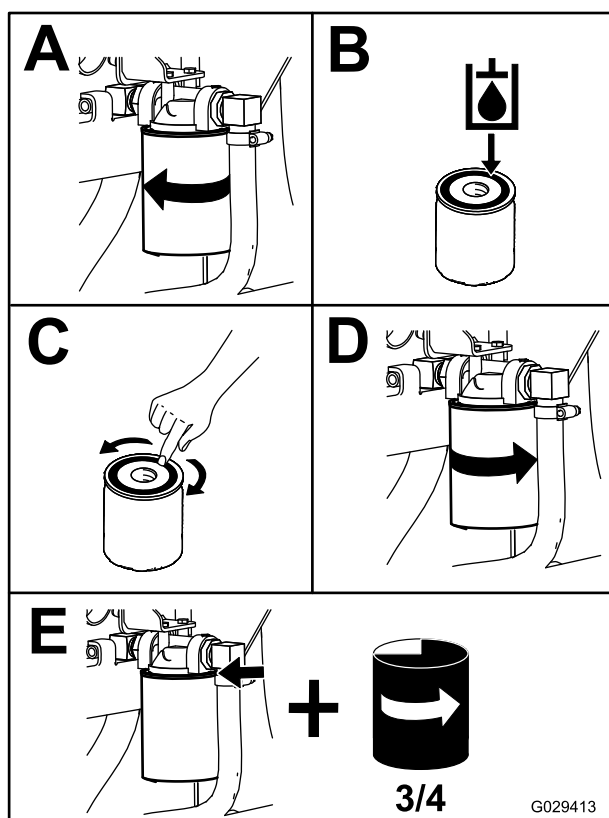

Bild 58
4. Stellen Sie eine Auffangwanne unter den Filter und entfernen den Filter (Bild 58).